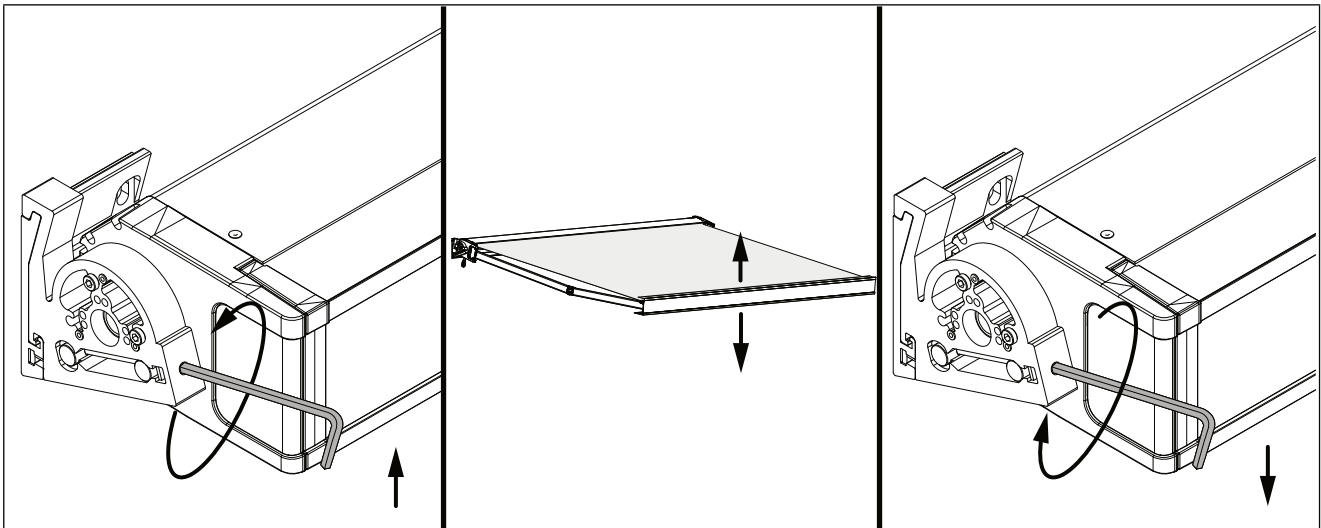
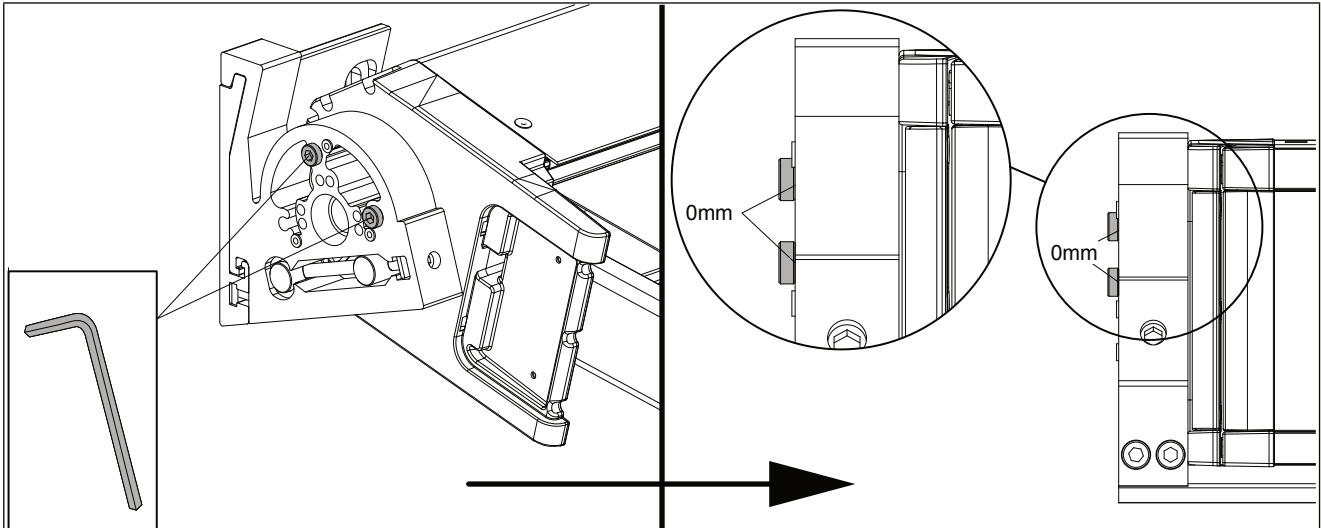

Fig. 11
Fig. 13
A)] See "Fig. 11" Pag. 15; B) "Fig. 13" Pag. 16